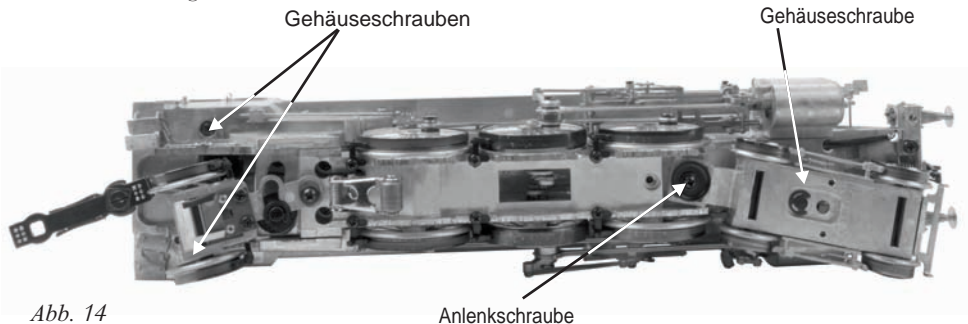

Abb. 14
- Des Weiteren sind die Schwenkfürungen der Drehgestelle zu schmieren, um ein möglichst reibungsarmes Gleiten am Rahmen zu ermöglichen. Die entsprechenden Schmierstellen sind in Abb. 14 aufgeführt.
Wird bei eingeschaltetem Rauchentwickler und ausreichendem Verdampferflüssigkeits-Vorrat wenig oder gar kein Rauch erzeugt, ist zu prüfen, ob das Dochtmaterial im Bereich des Heizelements verhärtet, dunkel verfärbt und somit nicht mehr saugfähig ist. Um den Rauchentwickler auszubauen, trennen Sie zuerst den Kessel von Rahmen (entfernen Sie die in Abbildung 14, Seite 43 gezeigten Befestigungsschrauben).